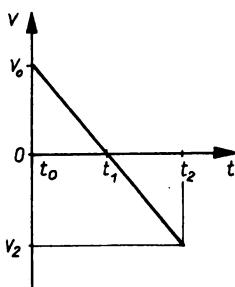

Bild 7
2.14 Beschreiben Sie den im Diagramm (Bild 7) dargestellten Bewegungsvorgang.